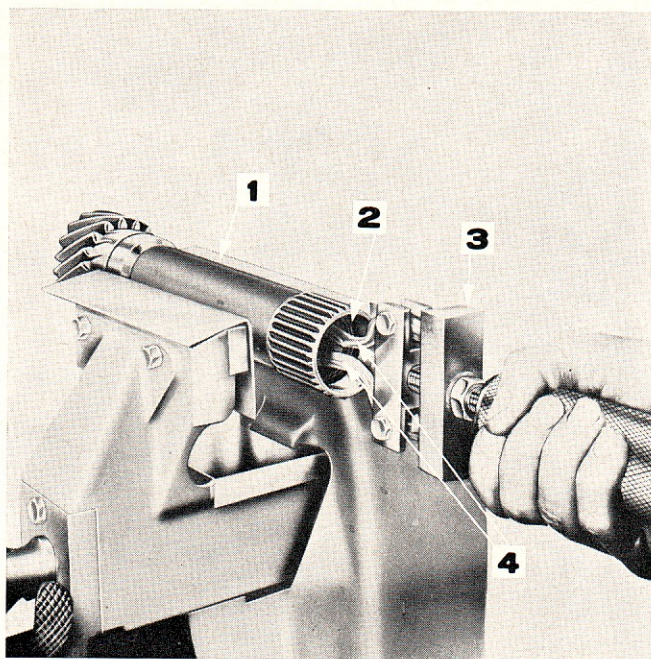

Figure 9: Dépose de l'arrêt d'huile avant et du roulement à aiguilles d'arbre d'entrée de prise de force indépendante
- f. Si nécessaire, déposer l'arrêt d'huile et le roulement à aiguilles avant de l'arbre d'entrée de prise de force indépendante en retirant l'arrêt et le roulement d'un seul coup, à l'aide des outils No. 954 et 955-14 (fig. 9).